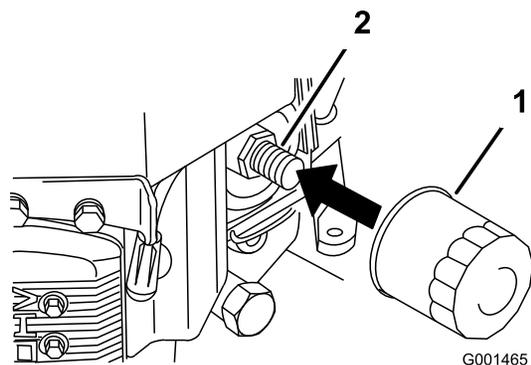

Рисунок 37
2. Извлеките масляный фильтр (Рисунок 37).
3. Нанесите тонкий слой свежего масла на резиновую прокладку нового фильтра (Рисунок 37).
4. Установите сменный масляный фильтр на переходник фильтра и поворачивайте его по часовой стрелке, пока резиновая прокладка не войдет в контакт с переходником фильтра, после чего затяните фильтр, повернув его еще 3/4 оборота (Рисунок 37).